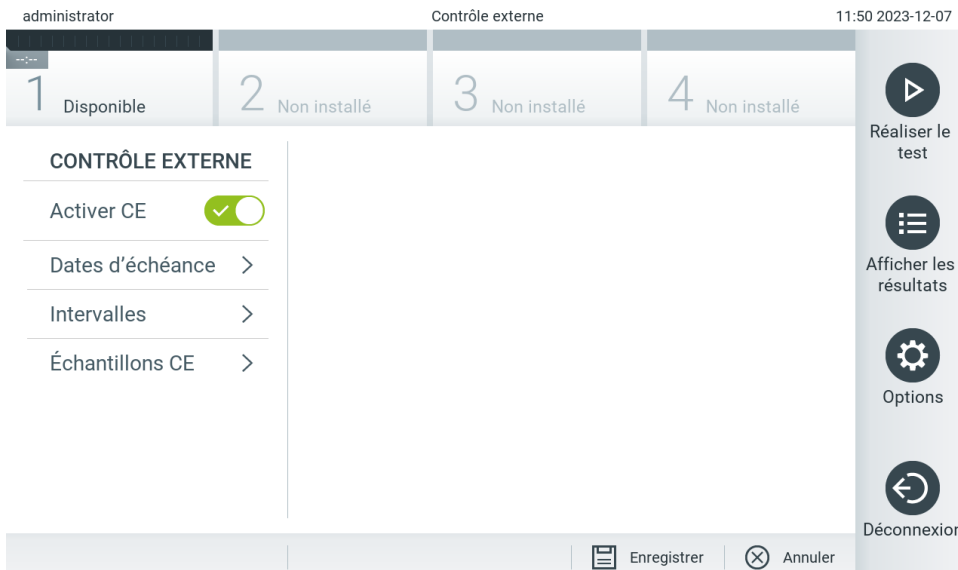

Figure 75. L'écran de contrôle externe.
Les utilisateurs ayant le droit de supprimer des tâches d'impression peuvent supprimer toutes les tâches d'impression afin de vider la file d'attente. Cela empêchera l'impression de tous les rapports en attente. Pour ce faire, appuyez sur le bouton **Delete All** (Supprimer tout), en bas de la page (figure 75).
- Appuyez sur le bouton à bascule **Enable EC** (Activer CE) pour activer la fonction (figure 75).